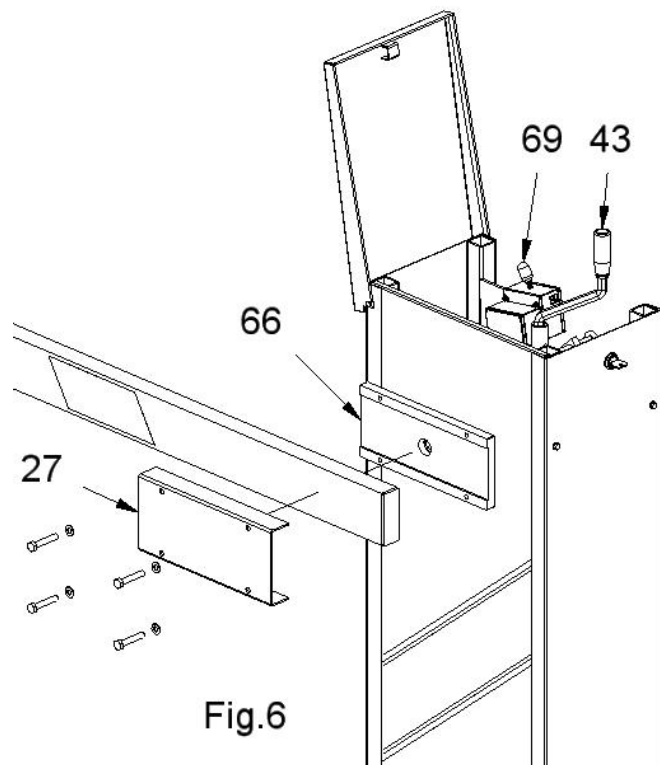
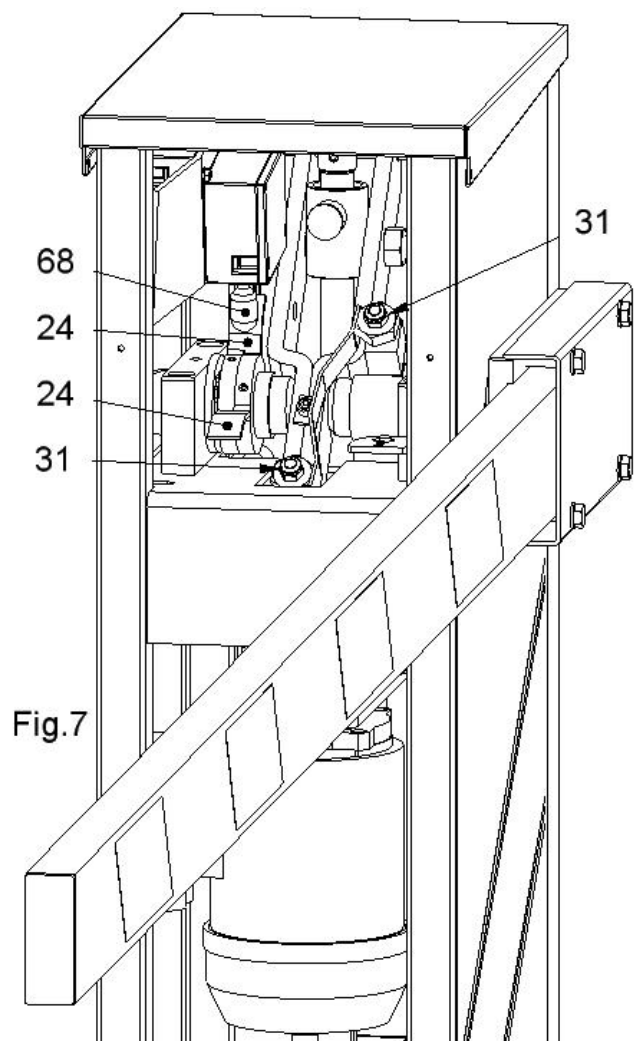

Fig.6
Fig.7
3) **I** Azionare manualmente la vite (pos.60 vedi cap.10 esplosi componenti) con la maniglia (pos.43), finché la ganascia porta asta (pos.66) è orizzontale. Bloccare l'asta sulla ganascia (pos.66) con il copri ganascia (pos.27) e le 4 viti M8 (fig.6).
Manovrare manualmente con la maniglia (pos.43) la salita e la discesa dell'asta e verificare l'esatto intervento sia del fincorsa elettrico di salita/discesa (pos.68 vedi fig.7) sia degli arresti meccanici (pos.31 vedi fig.7) già preregistrati dalla Casit.
- (GB) Manually operate the screw (pos.60 see chap.10 exploded component) with the handle (pos.43), until the jaw (pos.66) is horizontal.
- Stop the arm on the jaw (pos.66) with the jam (pos.27) and the 4 screws M8 (fig.6).
Manually operate with the handle (pos.43) the slope and the descent of the arm and verify the exact intervention both of the electric limitswitch of opening/descent (pos.68 see fig.7) both of the mechanical arrests (pos.31 see fig.7) already registered from Casit.
- (F) Actionner manuellement les vies (pos.60 voir chap.10 explosé composantes) avec la poignée (pos.43), tant que l'étai porte-lisse (pos.66) est horizontal. Bloquer la lisse sur l'étai (pos.66) avec l'étai (pos.27) et les 4 vis M8 (fig.6). Manoeuvrer manuellement avec la poignée (pos.43) la montée et la descente de la lisse et vérifier l'exacte intervention soit du fin de course électrique du montée/descente (pos.68 voir fig.7) soit des arrêts mécaniques (pos.31 voir fig.7) déjà preenregistrés du Casit. Sur la barrière BIV94 les ressorts de balancement sont fournies à monter par le client (opération à faire avant le montage des lisses sur l'étai sur décrit). Relier la ligne d'alimentation, les lignes des commandements et des accessoires à la platine (pos.134 voir chap.10 explosé composantes) en suivant les normes en vigueur. Relier à masse. Pour les connexions électriques à la platine et pour eventuelles programmations et/ou régulations utiliser les instructions de connexion au trousseau de la même. Le fin de course (pos.69) bloque le fonctionnement électrique à couvercle ouverte.
- 4) (I) L'eventuale regolazione del finecorsa elettrico (pos.68) di salita/discesa si effettua agendo sulle 2 camme (pos.24) poste sull'albero di manovra che vanno ad intercettare il finecorsa nei 2 sensi di marcia. Il finecorsa elettrico di salita /discesa deve attivarsi un attimo prima che l'arresto meccanico (pos.31) intervenga (fig. 7).
- (GB) The possible regulation of the electric limitswitch (pos.68) of opening/descent on effects acting around 2 cams (pos.24) setted on the tree of manoeuvre that they go to intercept the limitswitches in the 2 senses of march. The electric limitswitch of opening / descent has to activate itself just an instant before the mechanical arrest (pos.31) intervenes (fig. 7).
- (F) L'eventuelle régulation du fin de course électrique (pos.68) de montée/descente s'effectue en agissant sur les 2 cammes (pos.24) positionnées sur l'arbre de manoeuvre qui vont intercepter le fin de course dans les 2 sens de marche. Le fin de course électrique de montée/descente doit s'activer un instant d'abord que l'arrêt mécanique (pos.31) intervienne (fig. 7).
Smontare la ganascia porta asta (pos.66 fig.6 ) fissata all'albero di manovra e riposizionarla sul lato opposto dell'albero di manovra previo smontaggio del tappo in plastica di colore nero che andrà a chiudere il foro lasciato libero sul lato opposto. Attenzione il serraggio della vite a brugola che fissa la ganascia all'albero di manovra deve rispettare i valori riportati sulla targa adesiva presente sulla ganascia (vedi fig. 8).
To get off the jaw of the arm (pos.66 fig.6) fixed to the tree of manoeuvre and put it again on the opposite side of the tree of manoeuvre previous uninstal the black plastic cork that it will close the hole left on the opposite side free. Warning: the shutting of the socket cap srew that fixes the jaw to the tree of manoeuvre has to respect the values brought on the present adhesive plate on the jaw (you see fig. 8).
L'eventuelle transformation doit être effectuée par personnel qualifié : Démontez l'etou porte-lisse (pos.66 fig.6) fixée à l'arbre de manoeuvre et la remettre sur le côté opposé de l'arbre de manoeuvre en ayant démonté en avant le bouchon en plastique de couleur noire qui ira fermer le trou laissé libre sur le côté opposé. Attention : le serrage des vies à brugola qui fixe l'etou à l'arbre de manoeuvre doit respecter les valeurs rapportées sur la palque adhésive présent sur l'etou (voir fig. 8).